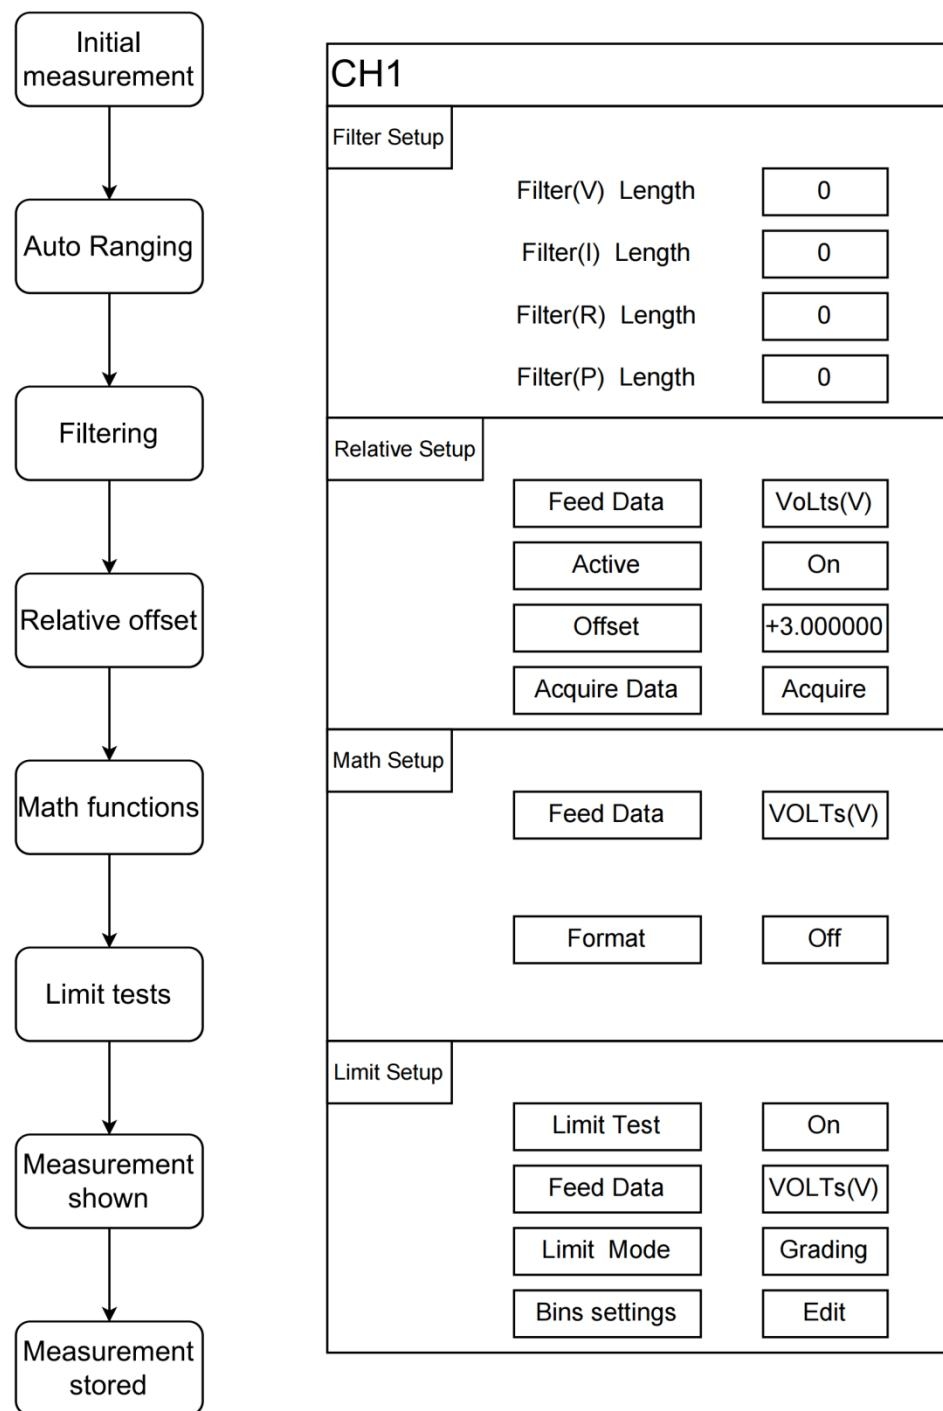

图 4-13 Config 页面详细数据处理步骤
**说明:** 偏差扣除设置, 可以分别对电压、电流、电阻、功率的测量结果的上一步数据处理的输出值进行偏差扣除(数据处理步骤参见图 4-13), 获得更为精准的数据。